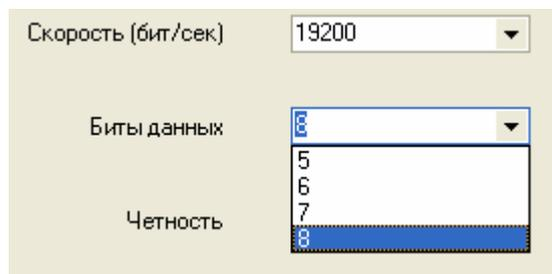

Рис.46
- Биты данных. Надо выбрать из списка (см. Рис.46) значение «8»;